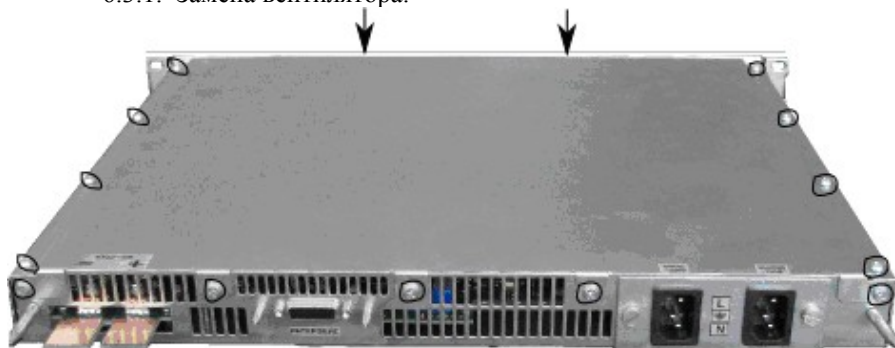

Рисунок 6.1 Замена вентилятора(ов) на инверторах Штиль PS 48/1500(STS-HS) и Штиль PS 48/1500(HS)
6.3.1.1. Вскрыть верхнюю крышку инвертора, для чего отвернуть крепежные винты на передней панели (2 шт., на рис. 6.1 места расположения винтов показаны стрелками), саморезы на верхней крышке (8 шт.) и саморезы на задней стенке (5 шт.). Места расположения саморезов на рис 6.1 обведены контуром.